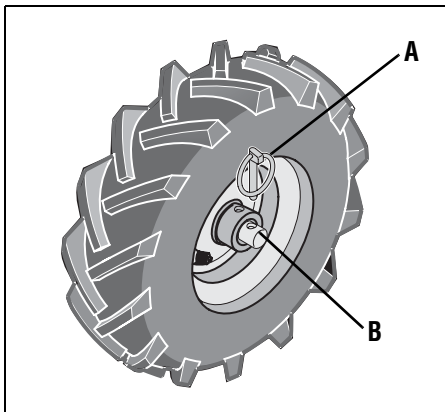

Figura 3-3: Posición RUEDAS LIBRES.
5. **PARA EL MODO DE RUEDAS LIBRES** (Figura 3-3): Deslice la rueda hacia adentro e inserte el pasador Klik (A, Figura 3-3) únicamente a través del orificio del eje de la rueda (B). Repita con la otra rueda y luego retire el soporte que está debajo de la transmisión.